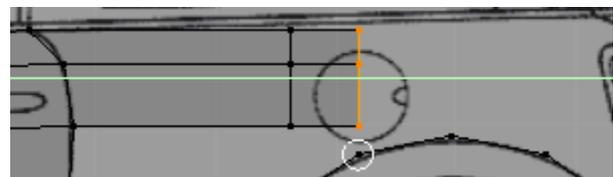

Figura 4.52
5. Alinhe os vértices criados em yy, **[S]>[Y]>[0]**, figura 4.52.
6. Faça sucessivas extrusões dos vértices criados, até ao alinhamento em yy com cada um dos vértices do aro da roda. Para isso, comece por activar **Snapping during transform** na barra da janela 3D. Em seguida faça uma extrusão em yy, **[E]>[Y]**, e aproxime o rato do vértice do aro da roda. Note o aparecimento de uma pequena circunferência branca de referência. A extrusão far-se-á automaticamente até ao alinhamento em yy com esse vértice, figura 4.52.